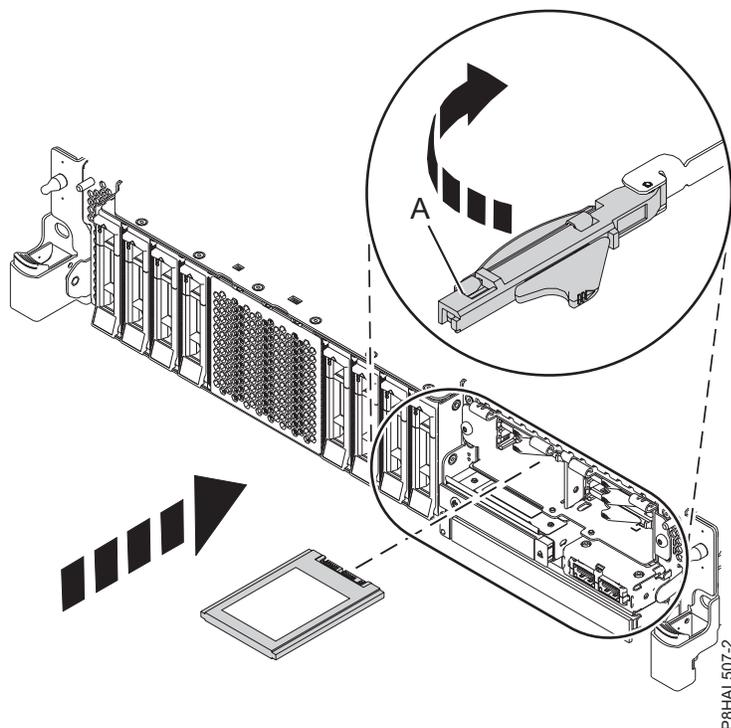

図 46. 拡張機能システムにおける SSD の取り替え
9. SSD ドライブ・ベイ・ハンドル (A) をアンロック位置にした状態状態で、SSD スロット内のガイド・レールにアクセスできるようにレバーを外側に引きます。SSD の底面を支えて、SSD スロットのガイド・レールに位置を合わせます。51 ページの図 46 を参照してください。
11. 示されている方向にベイ・ハンドル (A)を回転させて、ドライブをロックします。 図 46